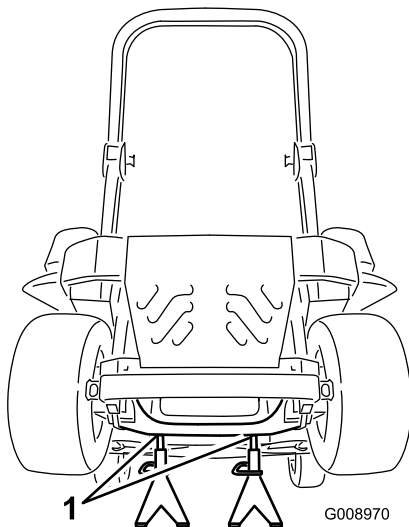

Figura 89
3. Sollevate la macchina e sostenetela su cavalletti (Figura 89).
9. Rimuovete i cavalletti metallici e abbassate la macchina (Figura 89).